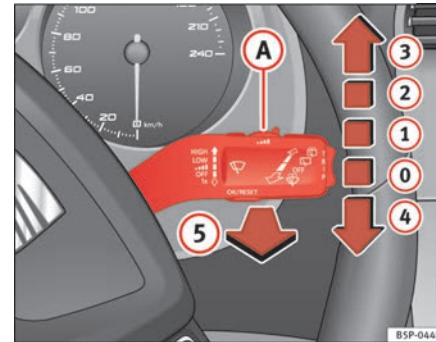

Abb. 85 Scheibenwischer- und Scheibenwascherhebel
Der Scheibenwischerhebel ⇒ Abb. 85 hat folgende Stellungen:
- Wenn bei eingeschalteter Wischerstufe → Seite 129, Abb. 85 ② oder ③ das Fahrzeug anhält, wird automatisch auf die nächste Stufe heruntergeschaltet. Führt das Fahrzeug wieder an, wird erneut auf die eingestellte Wischerstufe hochgeschaltet.